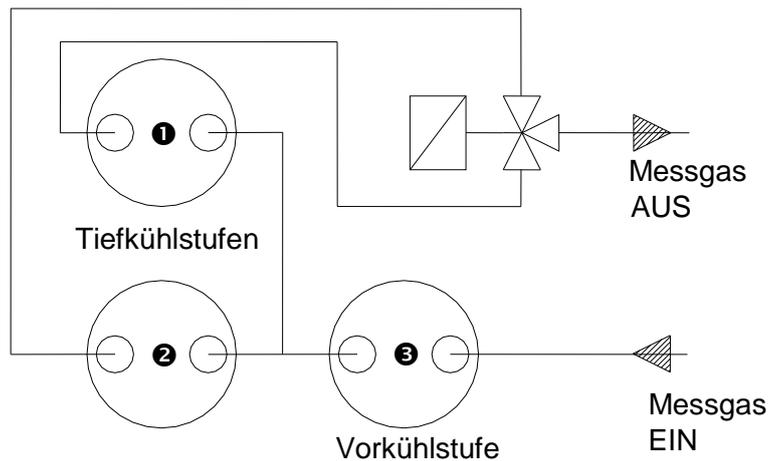
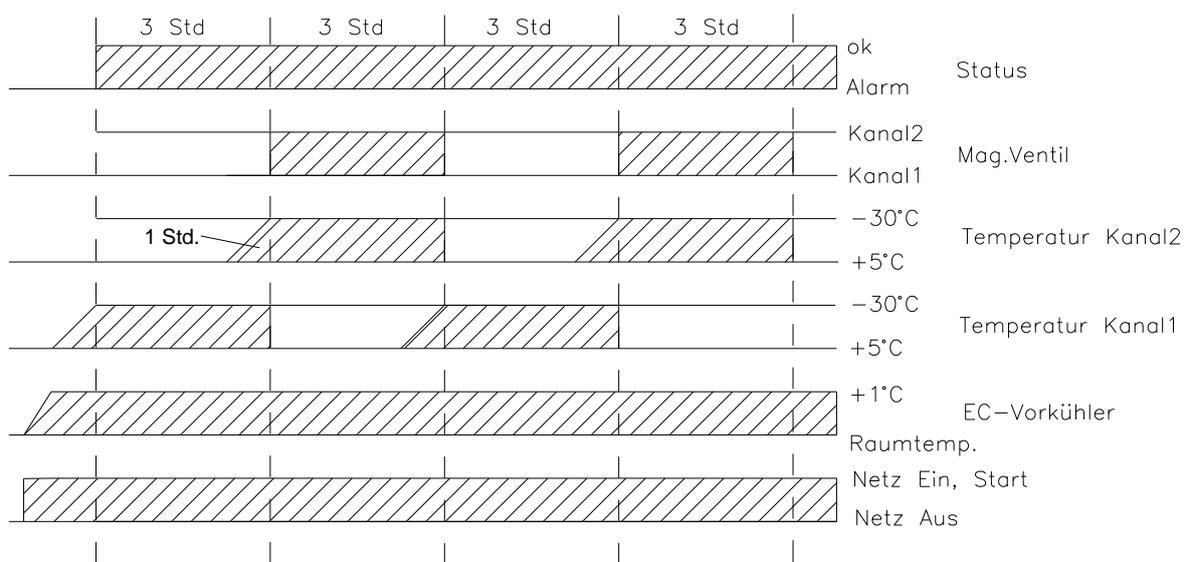

Abbildung 4 Verschlauchung der Wärmetauscher
Abbildung 5 Zeitschema der Schaltvorgänge
Stufe **1** und **2** (s. Abb. 4) der Tiefkühlung arbeiten intermittierend in einem Zeitintervall von drei Stunden. Während eine Stufe in Betrieb ist, wird die andere automatisch abgetaut. Alle Wärmetauscher sind gut zugänglich und leicht ausbaubar angeordnet. Das Umschalten der Gaswege (s. Abb. 5) übernimmt ein 3/2-Wege Magnetventil aus PVDF/Viton. Die Anordnung schließt ein Ansaugen von Wasserdampf aus der abtauenden Tiefkühlstufe aus.
Die Verschlauchung der Wärmetauscher erfolgt gemäß Abbildung 4.
Ausgangsschlauch der Tiefkühlstufe ① (Abb. 4) ist rot markiert. Nach dem Anschließen aller Leitungen ist die Dichtigkeit zu überprüfen. Um die Kondensatableitung nicht zu gefährden, sollten die vorgegebenen Ableitungsquerschnitte nicht verringert werden.